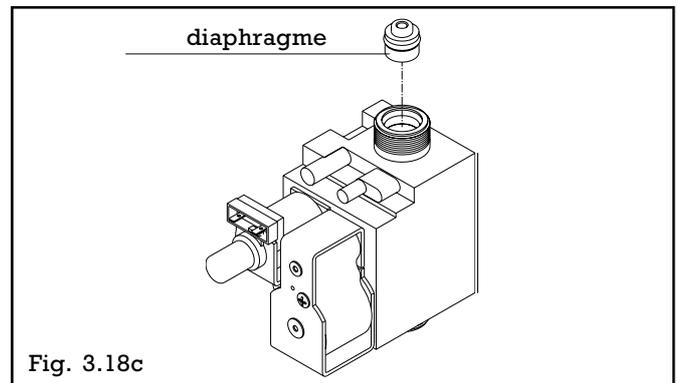

Fig. 3.18c
- Démontér la tuyauterie gaz au niveau de la vanne gaz et retirer le diaphragme placé à la sortie de celle-ci dans le cas d'une transformation au GPL (fig.3.18c). Mettre en place le diaphragme fourni avec le set dans le cas d'une transformation aux gaz naturels